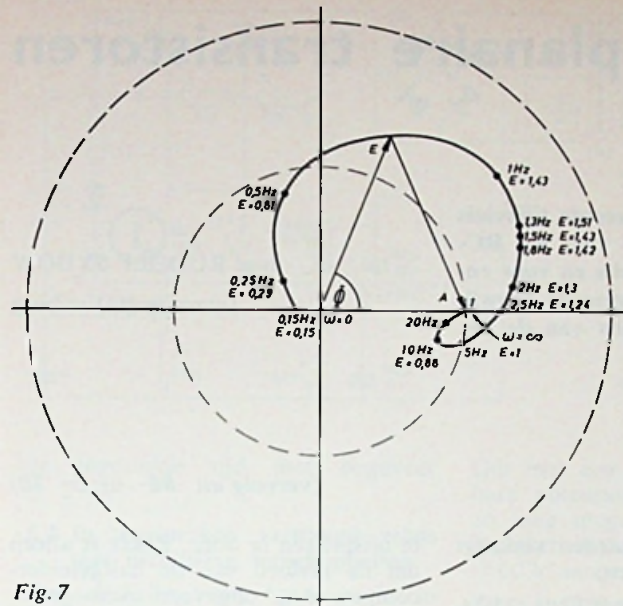

Fig. 7
Van het hier besproken regelsysteem laat fig. 7 het AE-diagram zien, dat geheel aan de stabiliteits-eisen voldoet.
Ook bij de schakeling van fig. 7 (3) begint de tijdcyclus met het inschakelen van de voedingsspanning. De tijdbepalende condensator is aanvankelijk ontladen, en wordt opgeladen via de laadweerstand van 20 MΩ. Op de laadspanning van de condensator worden negatieve impulsen gesuperponeerd die via een differentiërend netwerk, bestaande uit een condensator van 33 nF en een weerstand van 1,8 kΩ, worden geleverd door een multivibrator bestaande uit de beide transistoren BC 170 C. Het zijn impulsen met een amplitude van ongeveer 4,5 V, een onderlinge afstand van 20 milliseconde en een tijdconstante van 50 μs. Positieve impulsen worden door het differentiërende netwerk niet afgegeven omdat de positieve flank van de rechthoekspanning niet stijl genoeg is.